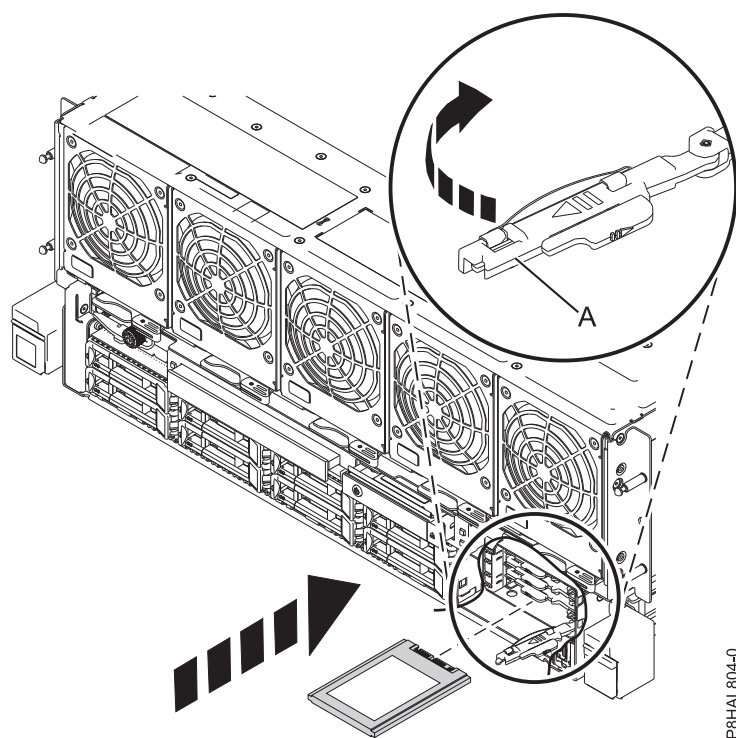

図 5. 8408-44E または 8408-E8E システムへの SSD の取り付け
3. SSD ドライブ・ベイ・ハンドル (A) をアンロック位置にした状態状態で、SSD スロット内のガイド・レールにアクセスできるようにレバーを外側に引きます。SSD の底面を支えて、SSD スロットのガイド・レールに位置を合わせます。11 ページの図 5 を参照してください。
4. ドライブが止まるまで SSD をシステムにスライドさせてから、示されている方向にベイ・ハンドル (A) を回転させて SSD をロックします。11 ページの図 5 を参照してください。